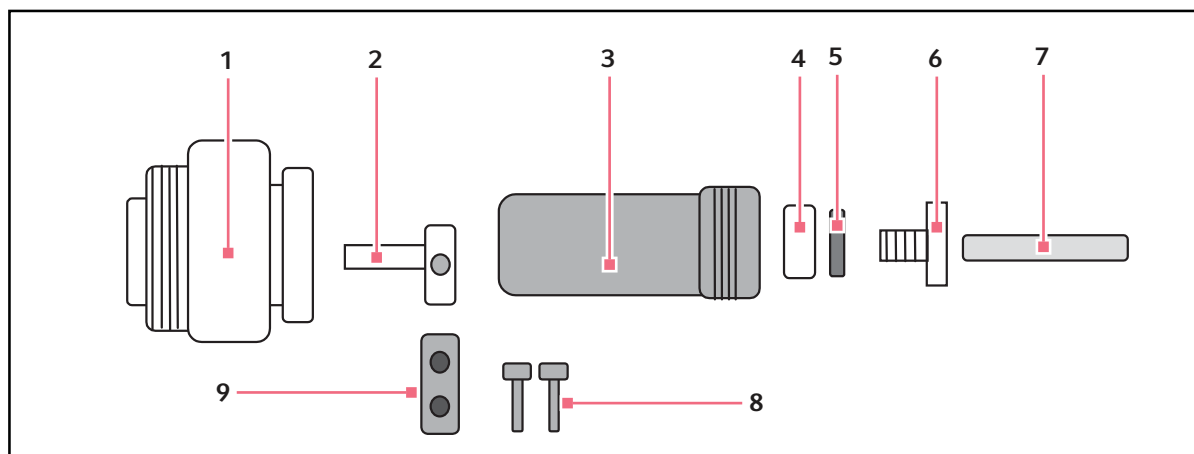

Рис. 8-6: Внутренняя влагонепроницаемая вилка переменного тока
Штепсельная розетка переменного тока (см. рис. 8-6 на стр. 75) с крышкой и соответствующей вилкой (входит в комплект поставки) предназначена для использования во влажной среде. Для использования розетки необходимо установить специальный штекер (поставляется в комплекте с прибором) на используемое в Innova 42/42R оборудование. Если ваше оборудование оснащено съемным сетевым кабелем, возможно, вам понадобится другой сетевой кабель для использования только с шейкером Innova 42/42R.
1. Подключите сетевой кабель к электрической вилке. Вставьте сетевой кабель в пластмассовую гайку, шайбу, резиновую втулку и основную часть (см. рис. 8-6 на стр. 75).